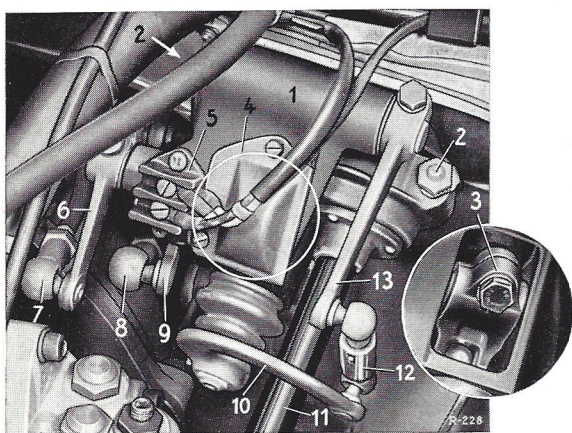

Bild 25-1/1
2. Die beiden Kabel zum Rückfahrlichtschalter am Kabelverbinder (5) abschließen (Bild 25-1/1).